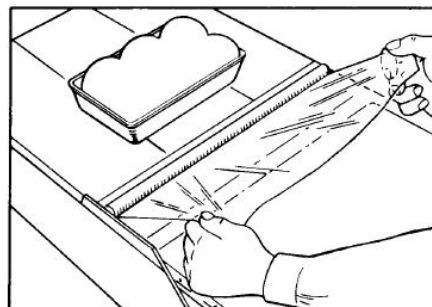

Fig. 4
3. Tome la película y júlela constantemente y lo suficiente para envolver el paquete (Fig. 4)